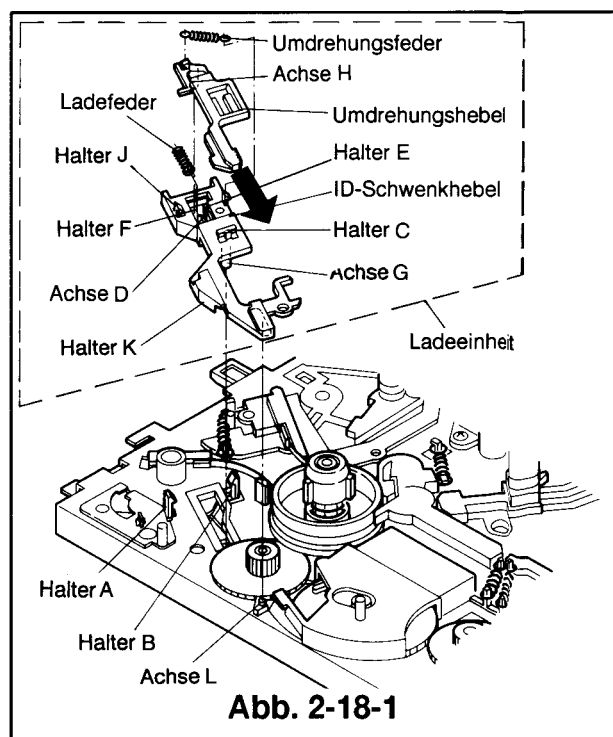

Abb. 2-18-1
- ① Das Kassettengehäuse ausbauen (siehe Artikel 2-1).
- ② Das Laufwerk umdrehen und den an der Achse G der Ladeeinheit befestigten Greifring abnehmen.
- ③ Die zwei Halter (A,B) lösen, um die Ladeeinheit auszubauen.
- ④ Die Umdrehungsfeder mit Hilfe einer Pinzette herausnehmen.
- ⑤ Den Umdrehungshebel in der mit dem Pfeil angezeigten Richtung schieben und vom Halter C des ID-Schwenkhebels lösen (siehe Abb.2-18-1).
- ⑥ Die Ladefeder vom ID-Schwenkhebel abnehmen.
- ② Die Ladefeder an der Achse D des ID-Schwenkhebels befestigen und zusammendrücken, um ihre beiden Enden an den Verschlüssen E und F einhängen zu können (siehe Abb.2-18-1).
- ③ Die Achse H des Umdrehungshebels in die Position gemäß Abb.2-18-1 bringen. Den Halter C des ID-Schwenkhebels in das Loch des Umdrehungshebels einführen, dabei die Ladefeder mit einem Umdrehungshebel in die mit dem Pfeil angezeigte Richtung schieben. Zur gleichen Zeit die Enden des Umdrehungshebels an den Verschlüssen J und K einhängen.
- ④ Die Umdrehungsfeder mit Hilfe einer Pinzette anbringen.
- ⑤ Die Ladeeinheit so installieren, daß die Achse G in das ovale Loch des Ladehebels auf der anderen Seite des Laufwerks kommt und die Nut der Ladeeinheit sich der Achse gemäß Abb.2-18-1 anpaßt. Die Ladeeinheit mit den Verschlüssen A und B sichern.
- ⑥ Das Laufwerk umdrehen und den neuen Greifring an der Achse G der Ladeeinheit befestigen.
- ⑦ Das Kassettengehäuse installieren (siehe Artikel 2-1).